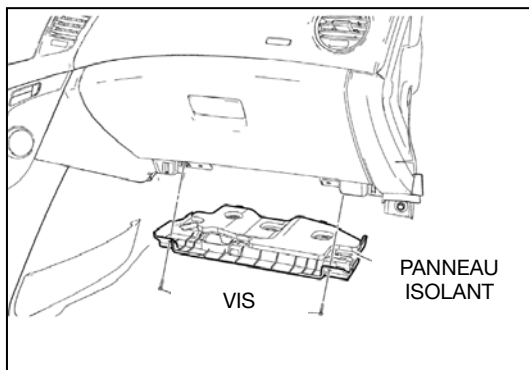

Fig. 7
1. Retirez le panneau et les vis de fixation du panneau côté passager du tableau de bord (voir Fig. 7).